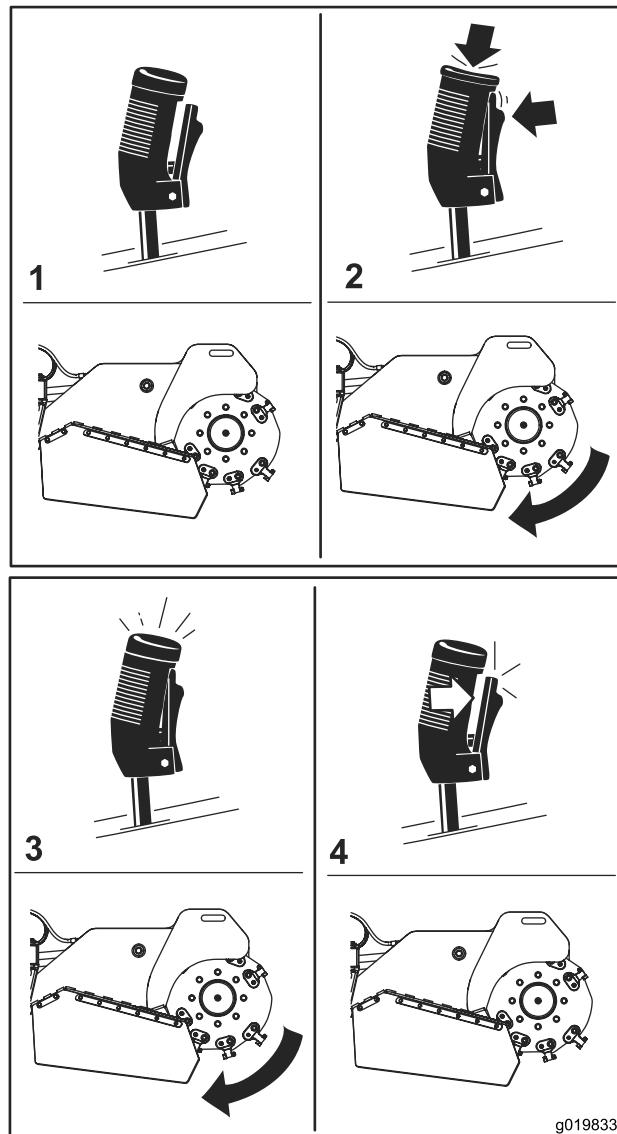

Figura 12
- Per avviare il fresa ceppi (Figura 12), premete il pulsante a grilletto e poi il pulsante rosso in alto sulla leva. Avviata il fresa ceppi, rilasciate il pulsante rosso.
- Per arrestare il fresa ceppi (Figura 12), rilasciate il dispositivo di azionamento per più di mezzo secondo.